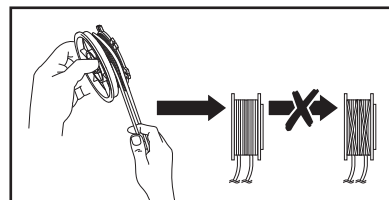

Fig. 30
6. Enrouler fermement les fils de coupe autour de la bobine de coupe-bordures dans le sens des flèches sur la bobine de coupe-bordures (16c) (Fig. 30).